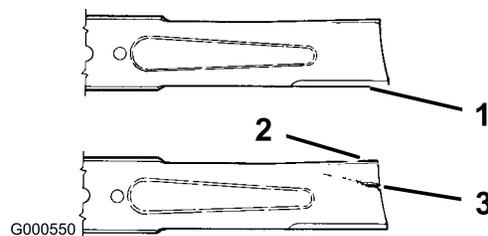

Figura 36
1. Inspeccione los filos de corte (Figura 36). Si los bordes no están afilados o tienen mellas, retire las cuchillas y afílelas; consulte *Cómo afilar las cuchillas*.
2. Inspeccione las cuchillas, especialmente la parte curva (Figura 36). Si observa daños, desgaste o la formación de una ranura en esta zona (elemento 3 en la Figura 36), instale inmediatamente una cuchilla nueva.